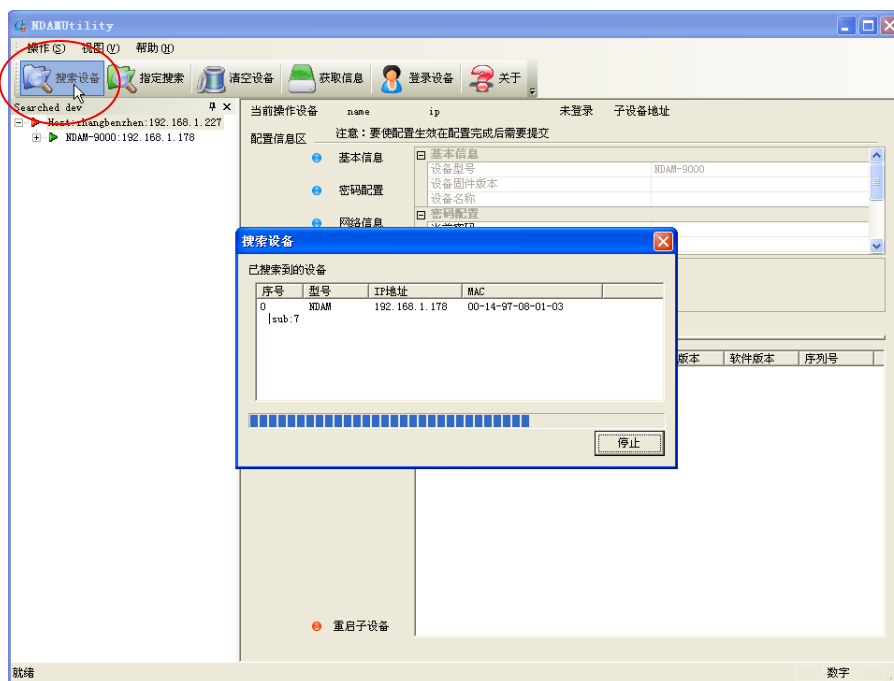

图 6.3 搜索设备
- 2) 单击界面上的“搜索设备”按钮，进行设备搜索，如图 6.3 所示。